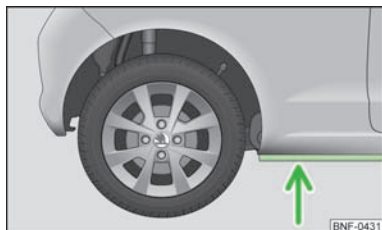

Fig. 93
- Prima di attraversare tratti d'acqua verificare la profondità dell'acqua. Il livello dell'acqua deve arrivare al massimo alla cresta verticale del longherone inferiore » fig. 93.